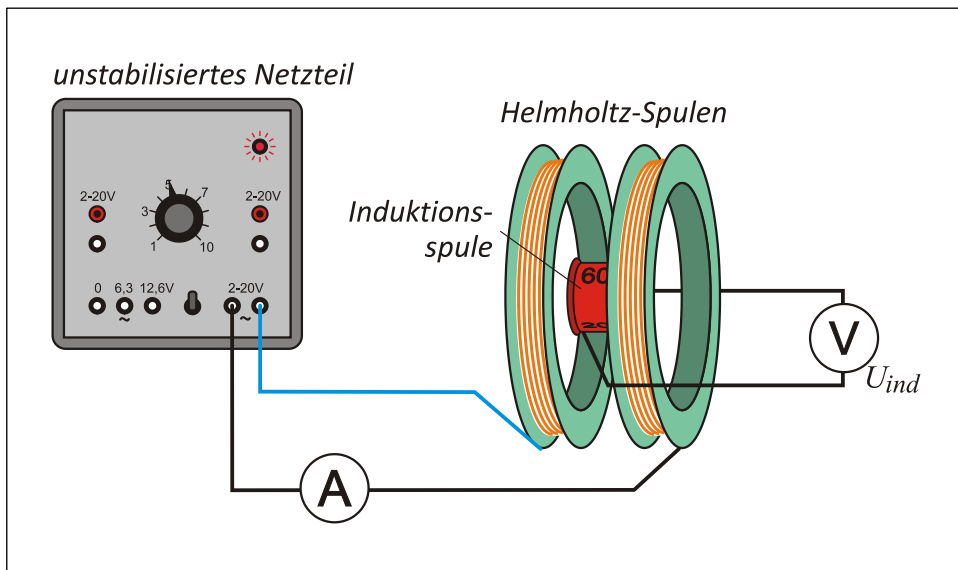

Bild 4: Versuchsaufbau
- Positionieren Sie die Induktionsspule in die vorgesehene Halterung zwischen den beiden Spulenringen der Helmholtz-Spule (**Bild 4**). Eine Verbindung zum Spannungsmessgerät für die induzierte Spannung U_{ind} ist dann vorhanden.